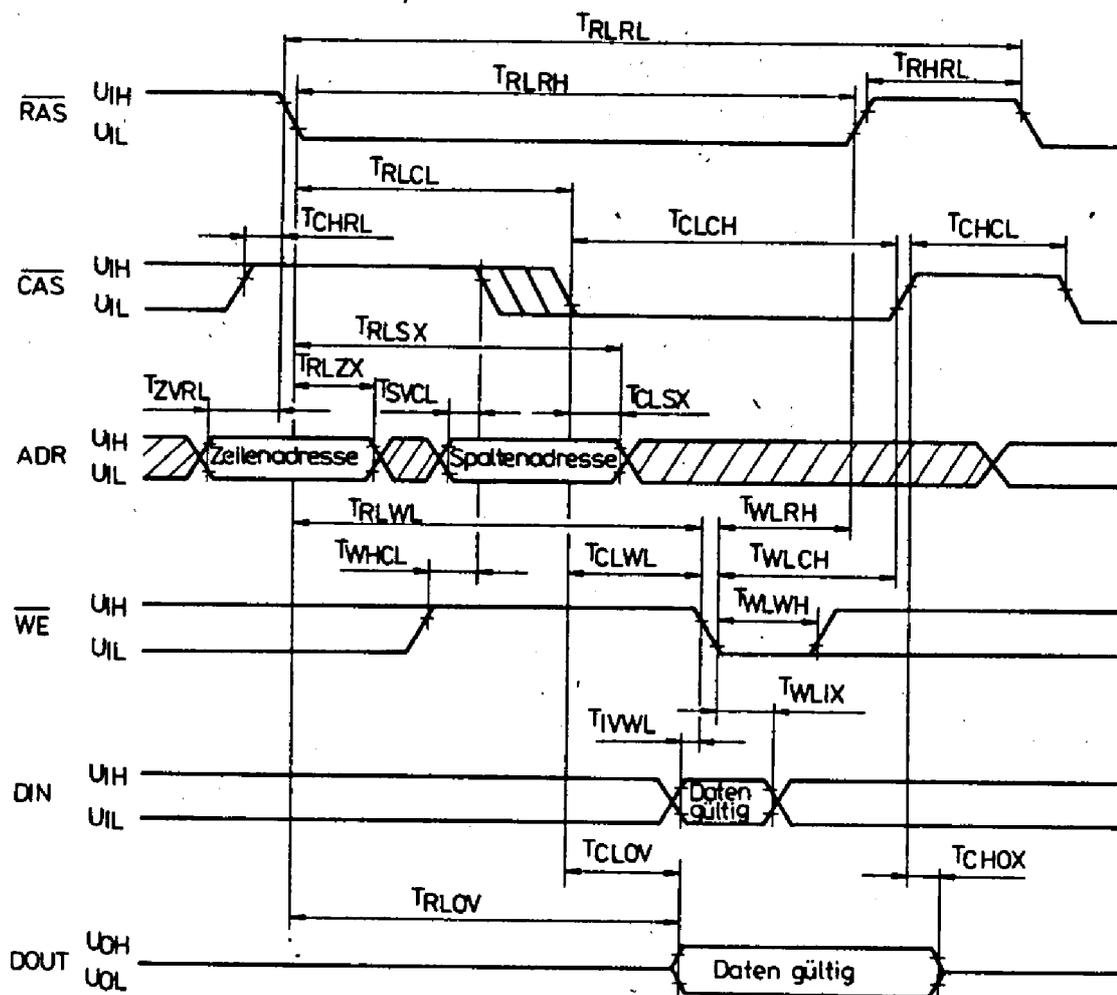

Bild 6 Impulsdiagramm für den READ-MODIFY-WRITE-Zyklus
- 6) Betriebsbedingungen, die nach Bild 6 im READ-MODIFY-WRITE- und nach Bild 7 bis Bild 9 im PAGE-MODE-Zyklus einzuhalten sind, aber für READ- oder WRITE-Zyklen ebenfalls gelten, ersieht der Leser aus den für diese Betriebsarten betreffenden Tabellen.